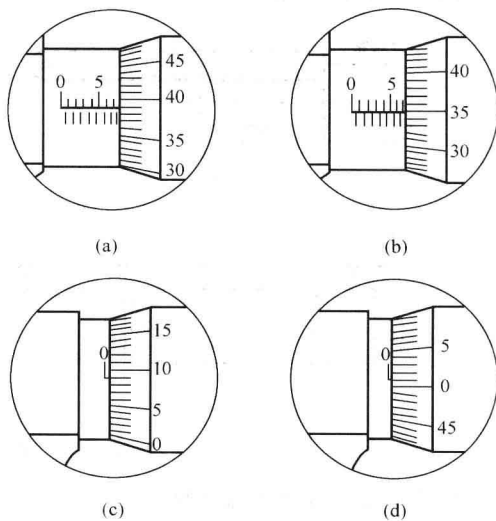

图 1-13 千分尺的读数
2) 在尺架1上有测砧2,测微螺杆3与微分筒6相连,顺时针转动微分筒6时,测微螺杆3向测砧2靠近,直至接触上;反之,测微螺杆3远离测砧2。测量工件直径时,其尺寸大小可以从两套管上的分度直接读出。读数是从小数从固定套管(主尺)上读出毫米分度,再从微分筒上读出毫米小数,然后把两个数加起来,就是工件的尺寸,如图1-13所示。